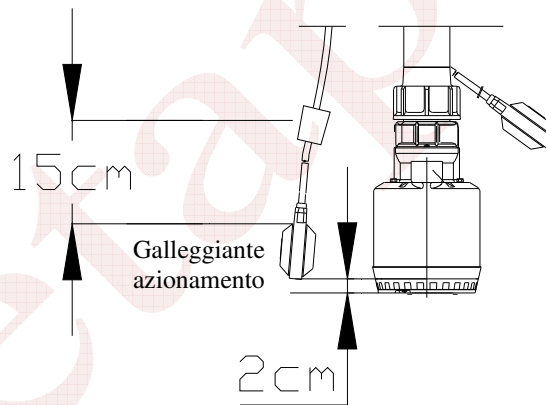

Fig.3- Posizionamento galleggiante
7.4. Collegamento pompa idraulica e galleggiante (Fig.3)